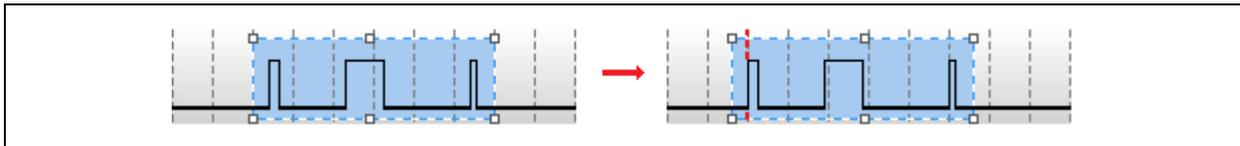

Figure 23
- グリッド合せのみ有効な場合、貼り付ける波形の左端のエッジが一番近いグリッドに合うように貼り付けられます。(Figure 23)